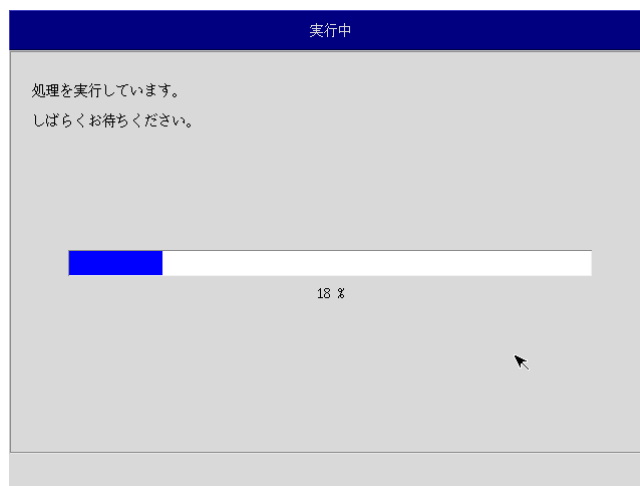

図 6-2-4. 実行中画面
- ⑧ 処理が始まります（図 6-2-4）。実行中はDVDドライブを外したり、電源を落としたりしないでください。